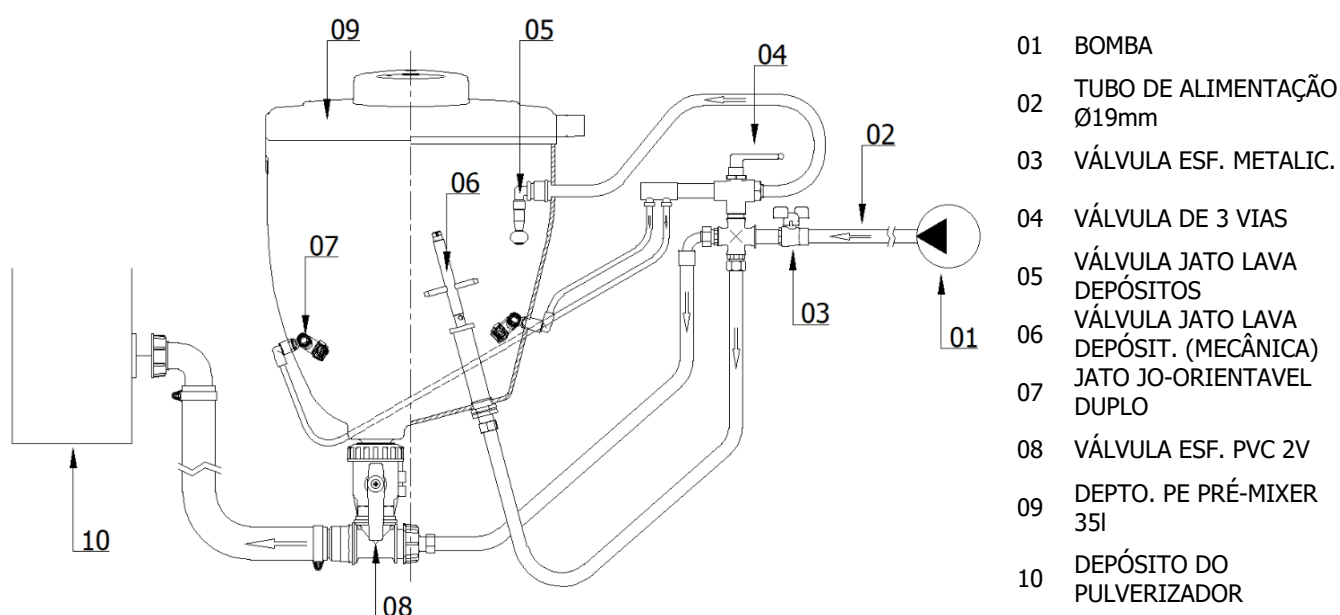

Figura 6.3.1 – Esquema hidráulico Pré-mixer standard
1. Alimentação: Ligue o tubo de alimentação de Ø19mm à saída da bomba. Veja o esquema hidráulico (Figura 6.3.1).
Os esquemas hidráulicos das versões de 15l são iguais aos esquemas das versões de 35l (*Figura 6.3.1 e 6.4.1*), visto que as funções são as mesmas. Pode, no entanto, variar a referência de alguns componentes.